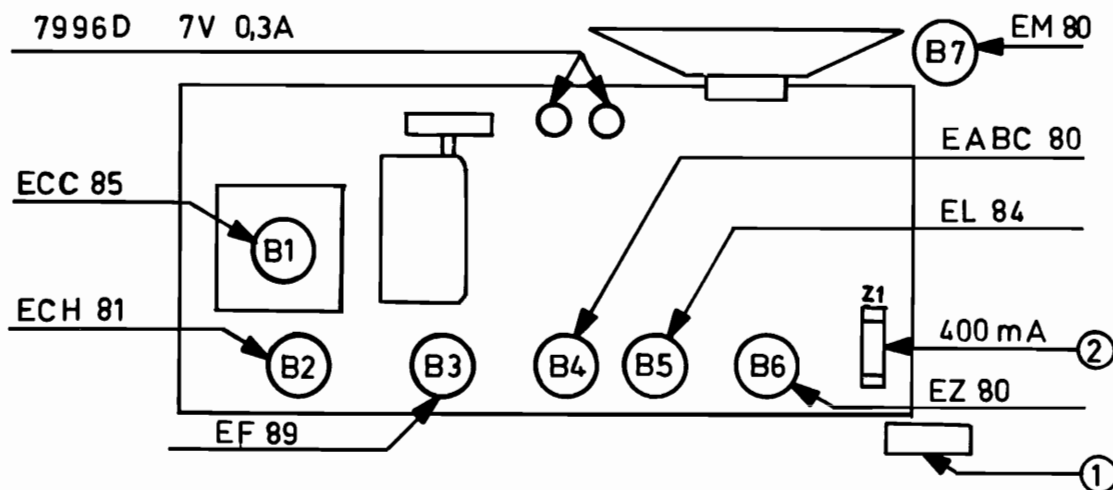

FIG. 1
| <p>I. Buizen en lampjes lichten niet op.</p>                    | <p>a. Ga na of de spanningsomschakelaar goed is ingesteld (zie pos. 1, fig. 1).</p> <p>b. Ga na of de smeltveiligheid in orde is (zie pos. 2, fig. 1).</p> <p>c. Ga na of de buizen goed zijn aangedrukt en op de juiste plaats staan (zie fig. 1).</p> |
| <p>II. Afstemoog licht niet op.</p>                             | <p>Vervang de gelijkrichtbuis B6 (zie fig. 1).</p>  |